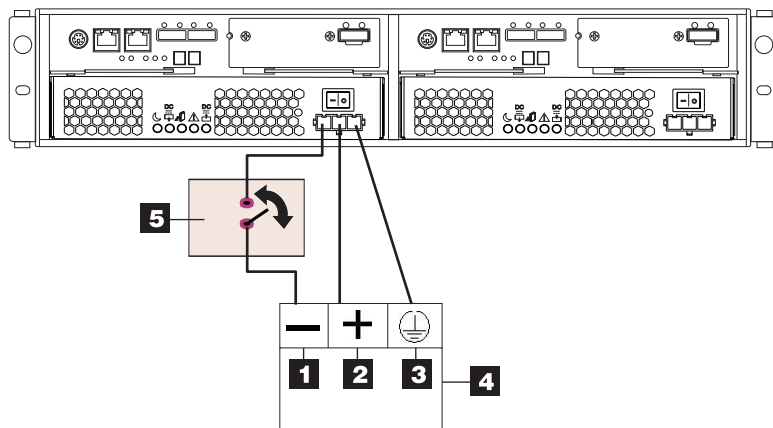

Figura 15. Cableado CC desde DS3500 al dispositivo de desconexión y a la fuente de alimentación CC
- d. Complete el cableado desde el dispositivo de desconexión al terminal marcado como -48V de la fuente de alimentación del circuito de tensión extra baja de seguridad conectado a tierra (CTES). Conecte el cable POS RTN (azul) y el cable de tierra (verde/amarillo) del cable de alimentación CC a las terminales marcadas como POS RTN y GND en la fuente de alimentación, según se muestra en Figura 15.